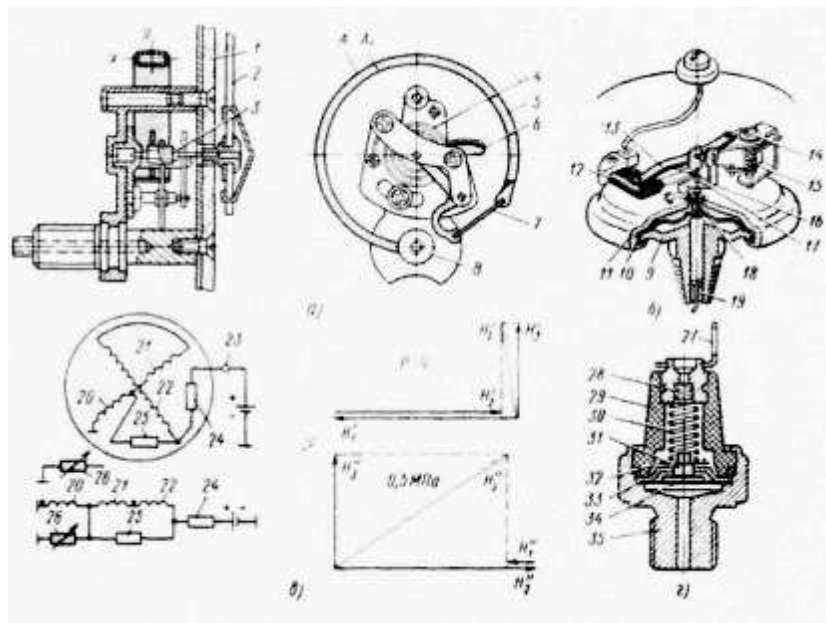

Рисунок 2. Указатель давления: а) механизм указателя с трубчатой пружиной;
2). 2. Выполнить рисунок и описать устройство прибора указывающего давление (рисунок 2).